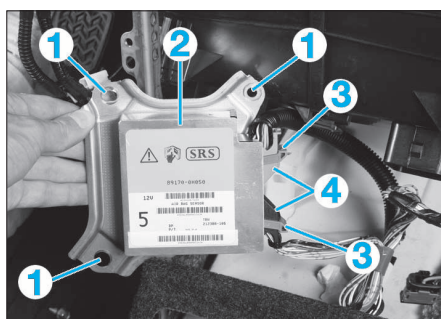

FIG. 25
- Basculer les leviers de verrouillage (3) puis débrancher les 2 connecteurs (4) du calculateur (fig. 25).